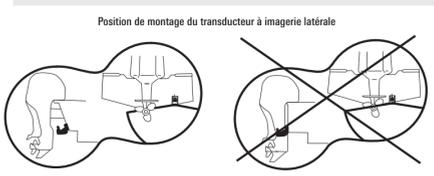

Figure 4
- Il ne doit y avoir AUCUN obstacle obstruant les faisceaux latéraux, c'est-à-dire que rien ne doit se trouver dans le champ d'action de ces faisceaux (pas de coque, moteur, autre transducteur, etc.) (Figure 4).